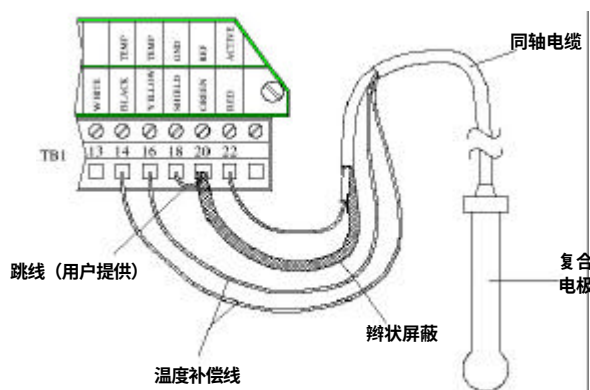

图 2-7 连接常规复合电极和序列号前缀带“B”的分析仪
电极必须在距离分析仪 100 英尺/30 m 的范围内（带前置放大器的电极 985 英尺/300 m）。参考图 2-7 或 2-8 将电极的同轴电缆直接连接到分析仪上。
- 接线端子 18 和 20 用于序列号前缀带“B”的分析仪（图 2-7）
- 接线端子 14 和 16 用于序列号前缀带“B”的分析仪，连接每一根电线到相应的接线端子上（图 2-7）
- 接线端子 14 和 15 用于带“A”或无字母前缀序列号的分析仪，连接每一根电线到相应的接线端子上（图 2-7）